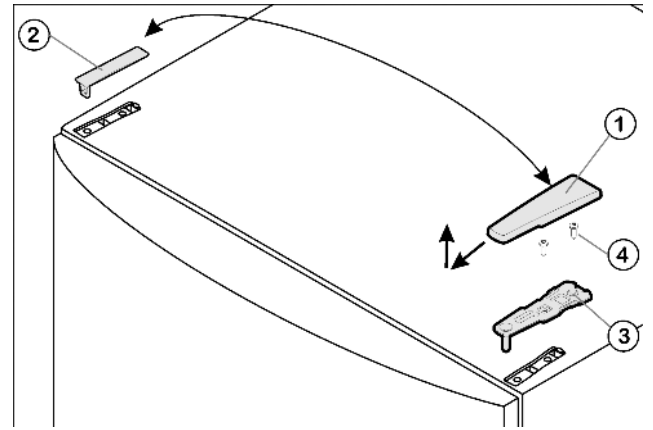

Fig. 4
- Enlever le cache Fig. 4 (1) vers l'avant et vers le haut.
- Retirer le cache Fig. 4 (2).
- Dévisser le support d'appui supérieur Fig. 4 (3) (2 Torx® 25) Fig. 4 (4) et retirer vers le haut.
- ▶ Placer le support d'appui supérieur Fig. 4 (3) sur le nouveau côté charnière de porte.
- ▶ Visser le support d'appui supérieur à fond (avec 4 Nm) (2 Torx@ 25) Fig. 4 (4). Pointer les trous de vissage ou utiliser une visseuse sans fil.
- ▶ Faire encliqueter le cache Fig. 4 (1) et le cache Fig. 4 (2) du côté opposé.